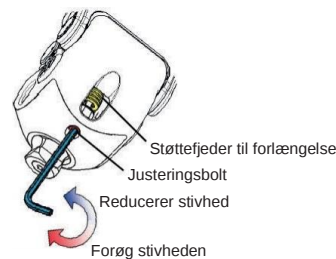

Fig. 10 Sådan justeres forlængerens hjælpefjeder
- Juster justeringsboltens vist i Fig. 10 med en 2,5 mm sekskantnøgle.